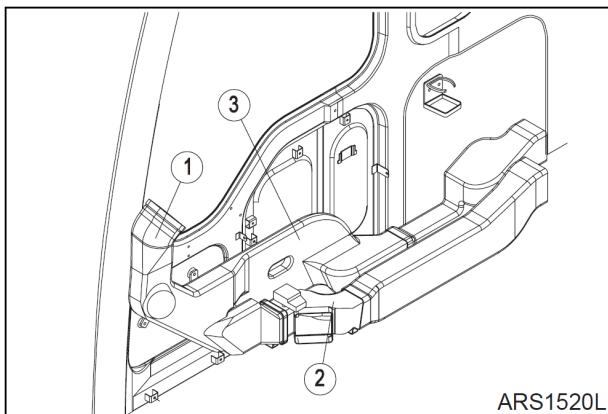

Рис. 12
14. Установить воздуховод (1, 2 и 3, рис. 12) с правой стороны кабины.
ПРИМЕЧАНИЕ: Подсоединить разъем проводки воздуховода (2, рис. 12).